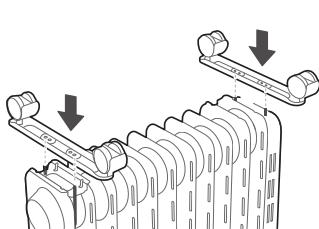

figura 1
2. Como se muestra en la Figura 1, alinee el orificio de montaje de un grupo de ruedas e instálelo en el tornillo de la placa de apoyo giratoria al final de la aleta del radiador y el otro conjunto de la rueda giratoria está alineado con los tornillos montados en el parte inferior de la caja de control.